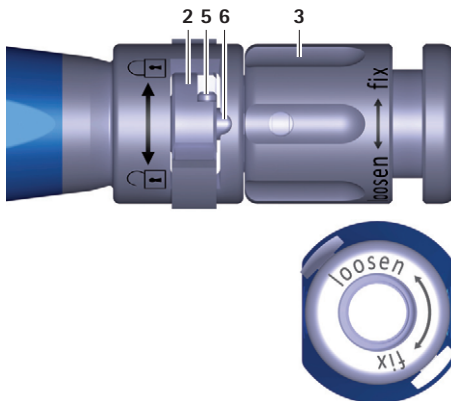

Fig. 1 Närbild av insättningsinstrumentet med öppen omkopplare
- Vrid vridmuttern 3 på insättningsinstrumentet A moturs (riktning "lossa") så att stängan 6 skjuts framåt, se Fig. 1.
- Vrid omkopplaren **2** åt vänster (riktning ) , se Fig. 1.
- Vrid omkopplaren **2** åt vänster (riktning ☺), se Fig. 1.
- Kontrollera positionen för fastkoppling av insättningsinstrumentet **A**, se Fig. 1.